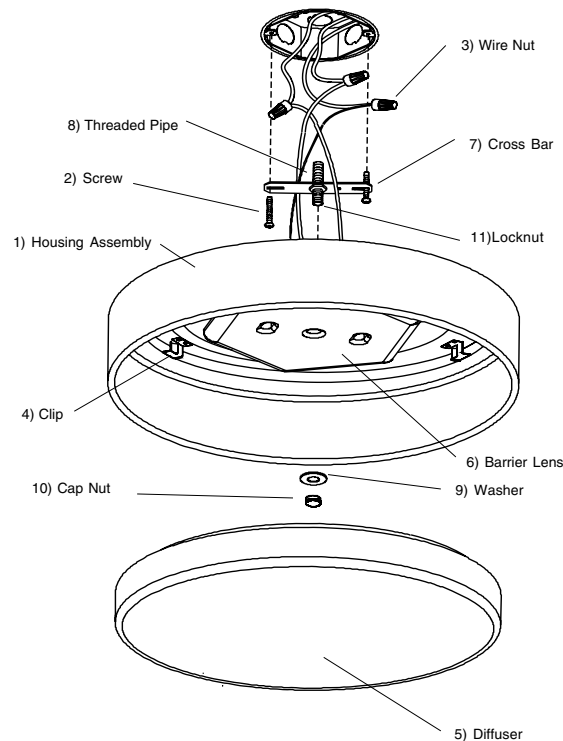

Figure 1
4. **L'alimentation coupée, soutenir fermement le bloc boîtier (1)** et connecter le fil de terre vert de l'appareil au fil de terre nu en cuivre de la boîte de jonction à l'aide d'un capuchon de connexion (3). *(Si le câblage d'alimentation ne comprend pas un fil de mise à la terre, consulter votre code d'électricité local et vérifier les méthodes conformes de mise à la terre). Voir la Fig. 1.*
5. **Employer les capuchons de connexion (3)** pour connecter le fil noir de l'appareil au fil noir d'alimentation et le fil blanc au fil blanc d'alimentation. **Voir la Fig. 1.**
7. **Aligner la tige filetée (8)** avec l'orifice central sur le boîtier (1). Pousser l'ensemble du boîtier (1) vers la surface du plafond. Installer la rondelle (9) sur la tige (8) et la fixer avec l'accouplement (10).
4. **With the power turned off, hold the fixture Housing Assembly (1) firmly** and connect the green ground wire from the fixture to the bare copper ground wire from the junction box using a Wirenut (3). *(If house wiring does not include a ground wire, consult your local electrical code for approved grounding methods).* **See Fig. 1.**
5. **Use Wirenuts (3) to connect black fixture wire** to the black power supply wire and white fixture wire to the white power supply wire. **See Fig. 1.**
6. **Hold Housing Assembly (1) in one hand and with the other hand position wires up and into outlet box.**
7. **Align Threaded Rod (8) with center hole on Housing.** Push Housing Assembly (1) to ceiling surface. Install Washer (9) onto Rod (8) and secure fixture with Cap Nut (10).
4. **Con la electricidad apagada, sostenga la Ensamblaje de la carcasa (1) firmemente** y conecte el alambre verde de conexión a tierra del luminario al alambre desnudo de cobre de la caja de ensambladura usando un capuchón de alambres (3). *(Si el alambrado de la casa no incluye un alambre de hacer tierra, consulte su código eléctrico local para métodos aprobados de hacer tierra. Vea Fig. 1.*
5. **Use Capuchones de Alambres (3)** para conectar el alambre negro del luminario al alambre negro de suministro eléctrico y el alambre blanco del luminario al alambre blanco de suministro eléctrico. **Vea Fig. 1.**
6. **Sostenga el Ensamblaje de la Carcasa (1)** con una mano y\ con la otra estire los cables dentro del la caja de conexiones.
7. **Alinee la vara roscada (8)** con el orificio central en la carcasa. Empuje el conjunto de la carcasa (1) a la superficie del techo. Instale la arandela (9) en la vara (8) y asegure el montaje con la tuerca ciega (10).